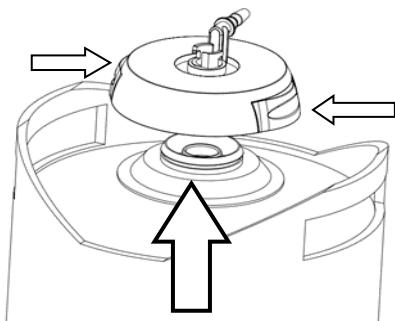

Figura 16
- Para retirar la válvula del tonel vacío, presione al mismo tiempo los botones laterales de la válvula y luego levántela con cuidado (como se muestra en la Figura 16).